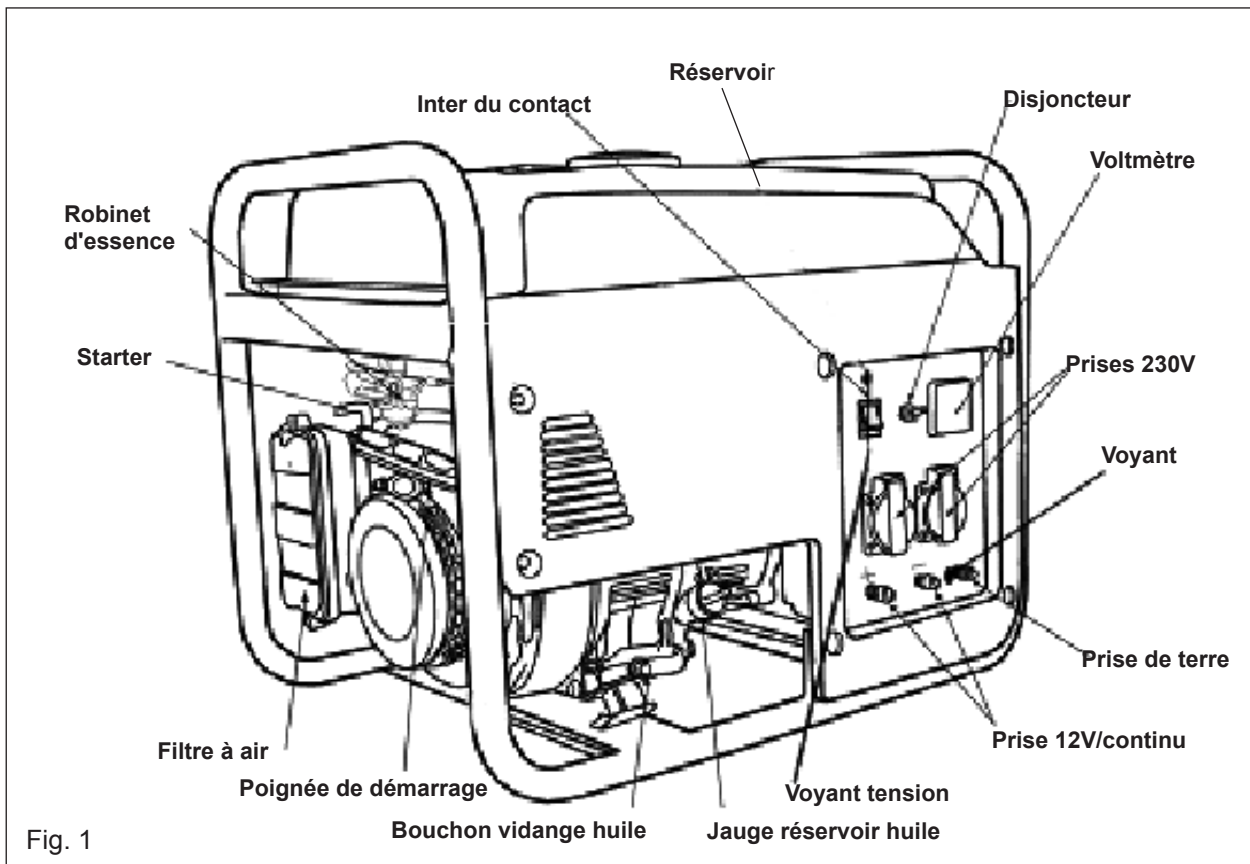

Fig. 1
- Retirer la bande bouchon du récipient (Fig.1) afin d'apercevoir les feuilles d'al. Ne pas les enlever. (Note: le récipient contient la quantité d'acide nécessaire pour la batterie.)